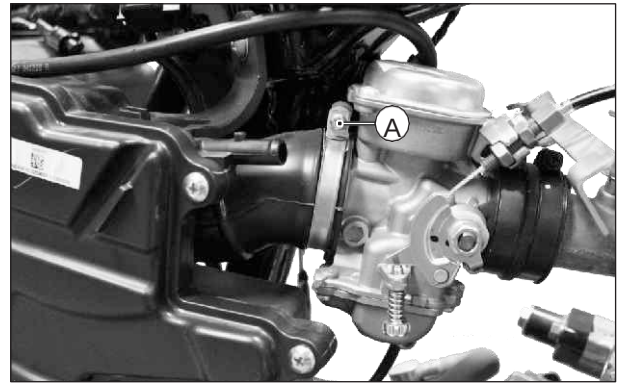

Fig. 3.27
- Afloje la abrazadera del conector de la caja filtro y desacople el conector del carburador. (Fig. 3.27)